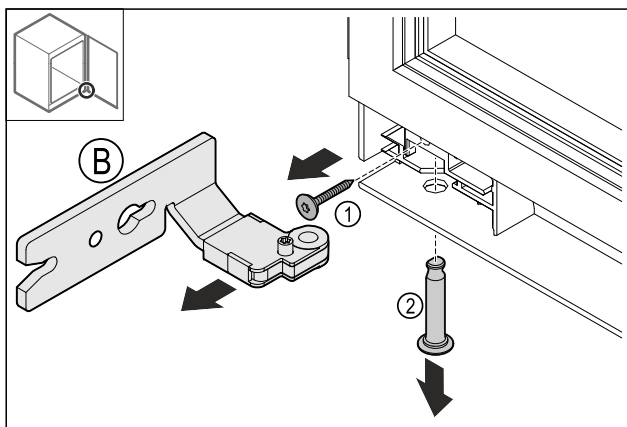

Fig. 17
- Retirer la vis Fig. 17 (1).
- Retirer le boulon Fig. 17 (2).
- Retirer la charnière Fig. 17 (B).